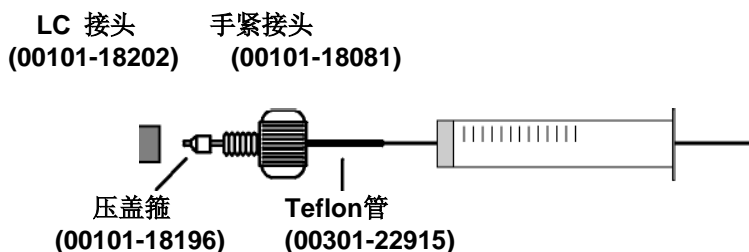

图4-2. 注射器和注射器接头组件
- c. 将注射器针头从注射器接头组件上的Teflon管端拆下，见图4-2。
- 握住注射器活塞适当的位置，小心地将注射器针头插入注射器接头的Teflon管端部。(图4-2)